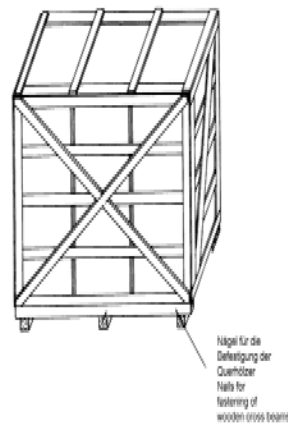
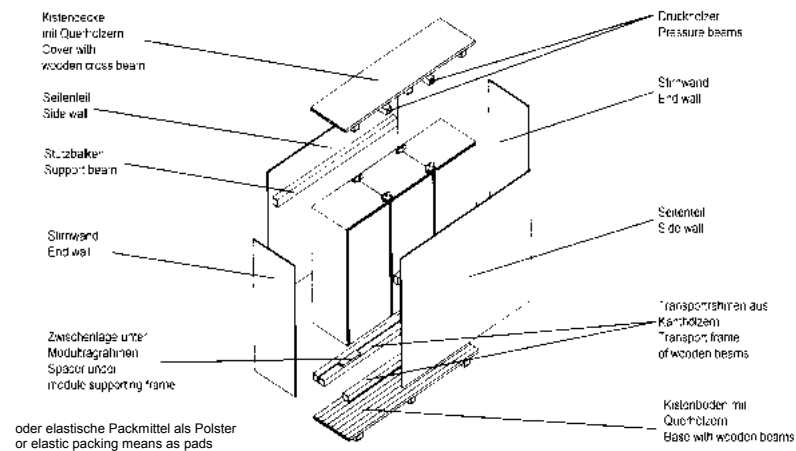

Abb. 19 / Fig. 19
Abb. 20 / Fig. 20
- Bei Verschlagverpackung (siehe Abb. 19) und Kistenverpackung (siehe Abb. 20) besteht keine Verbindung des Transportrahmens mit dem Verpackungsmaterial.
- There is no connection of the transport frame with the packing material when using crates (see fig. 19) or boxes (see fig. 20).